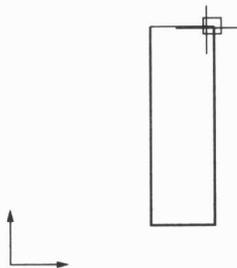
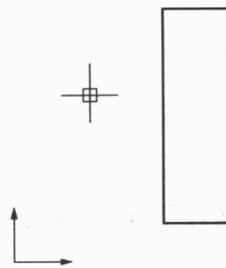

图 2-6 黄色捕捉框
图 2-7 绘制完成的矩形
(5) 向下移动鼠标，输入 480 并按 Enter 键。向右移动鼠标，靠近起始点时，将出现黄色方框（此方框为捕捉框），如图 2-6 所示，单击鼠标左键完成一个矩形的绘制，如图 2-7 所示，右键单击结束直线绘制操作。